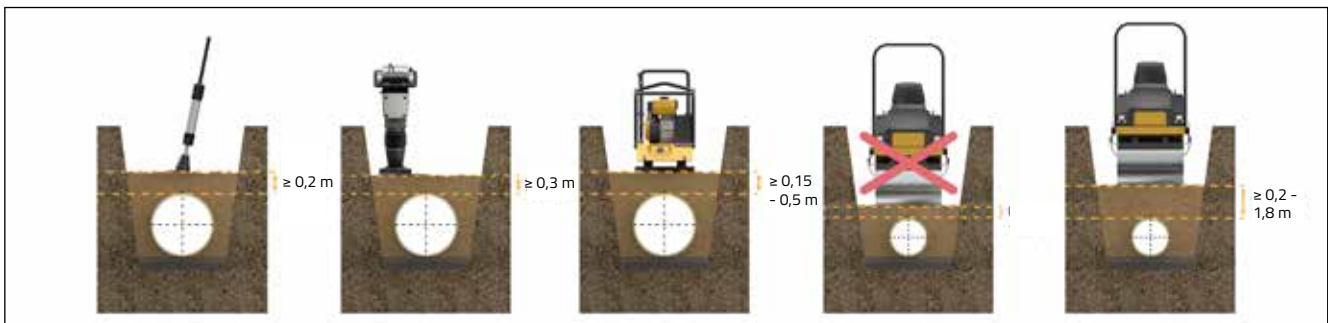

Abb. 18: Mindesthöhe der verschiedenen Verdichtungsgeräte.
Grabenverfüllungen unter verkehrsbelasteten Bereichen werden häufig verdichtet, um Setzungen der Straßenoberfläche zu minimieren (Abb. 18). Tabelle 3 zeigt die erforderliche Mindesthöhe der Abdeckung (8) über dem Rohr, bevor bestimmte Verdichtungsgeräte direkt über dem Rohr eingesetzt werden dürfen.